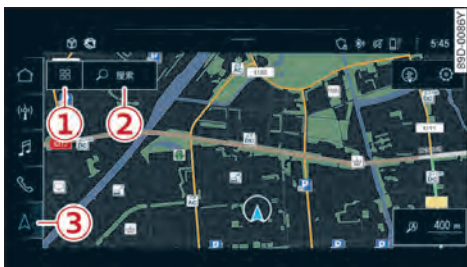

图 148 路径引导未启动
- ① 选择目的地 ⇨ 图 148。
- ② 智能搜索 ⇨ 第 144 页。
- ③ 在地图和菜单间切换：反复点按 ，直到显示所需功能。
- ▶ 如果显示地图, 那么请点击按钮  ① ⇒ 144 页, 图 148。